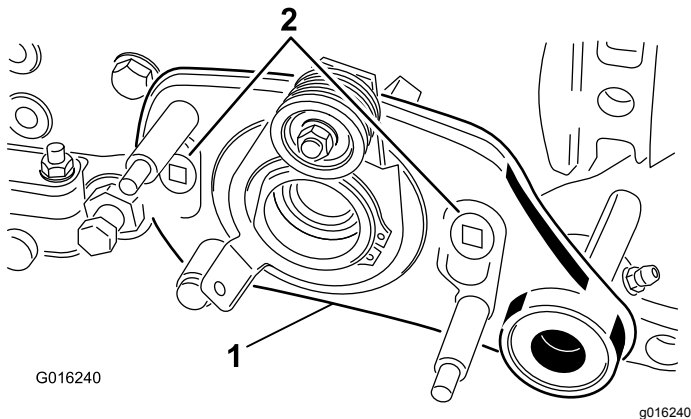

Bild 36
8. Entfernen Sie die zwei Ansatzschrauben, mit denen der Groomerantrieb an den Seitenplattenadaptern befestigt ist (Bild 36).